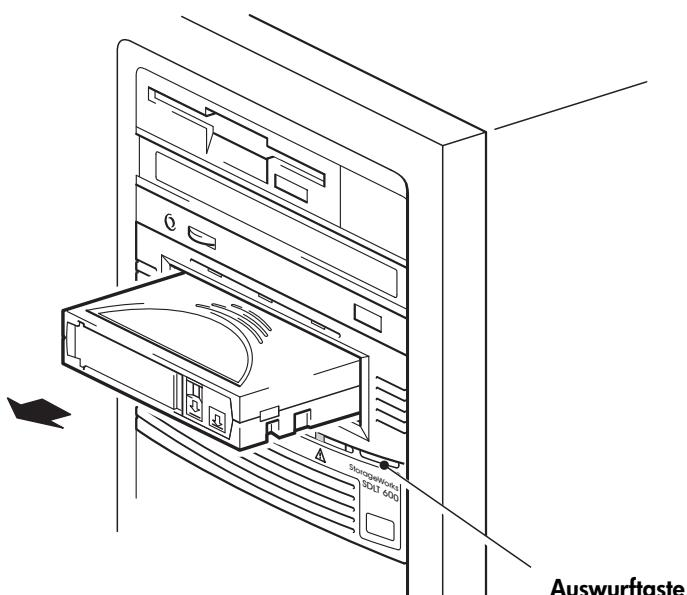

Abbildung 9b: Entnehmen einer Kassette
- 1 Drücken Sie die Auswurftaste im Bedienfeld. (Siehe Abbildung 9b.)